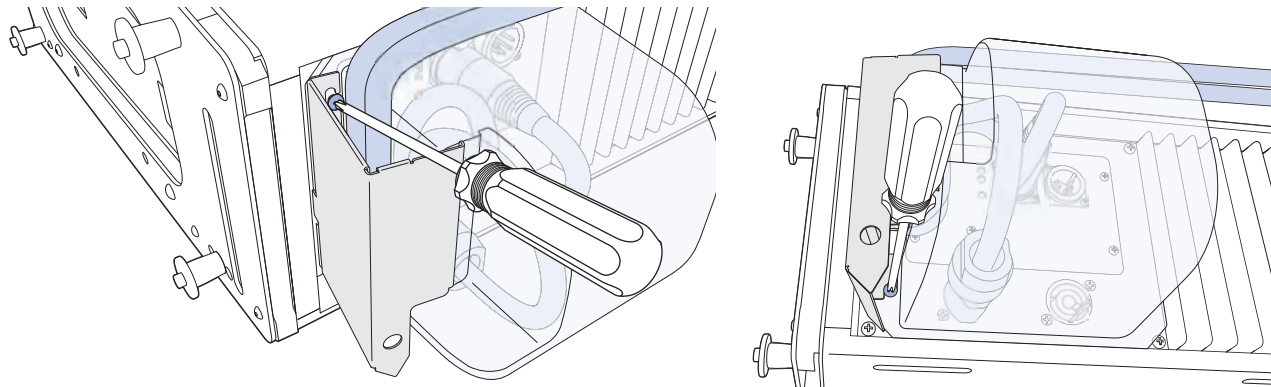

Figure 50: Tightening Screws on Left Side of Rain Hood
7. レインフードの左側にある上部と下部のネジを締めます(図50)。4つのネジすべての推奨トルク値は10~12in-lb (1.1~1.4N·m)です。